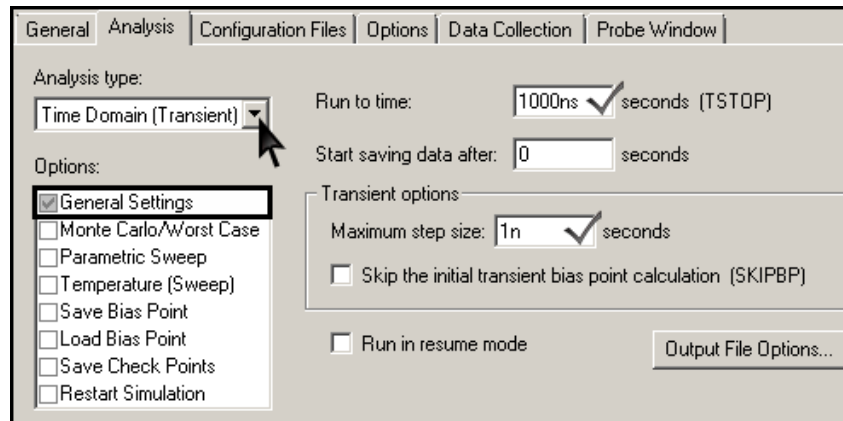

Рис. 34. Окно настройки моделирования. Настройка Time Domain
30. Выбрать тип анализа **Time Domain** – анализ схемы во временной области. Первоначальные параметры анализа задать, как показано на рис. 34.